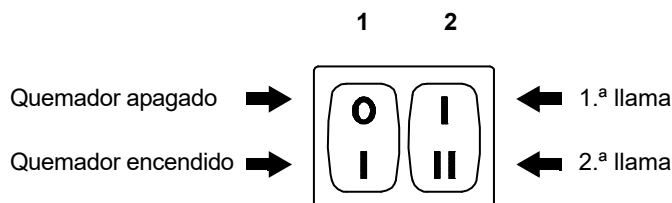

Fig. 25
- el interruptor 1)(Fig. 25) en posición “**QUEMADOR ENCENDIDO**”;
- el interruptor 2)(Fig. 25) en posición “**1.^a LLAMA**”.
En la descripción anterior, hemos dejado el quemador encendido, funcionando en 1.^a llama. Colocar el interruptor 2)(Fig. 25) en posición 2.^a llama: el servomotor abrirá el registro de aire y simultáneamente abrirá también la válvula de mariposa del gas a 90°.
Colocar el interruptor 2)(Fig. 25 en la pág. 24) en posición 1.ª llama: el servomotor 1)(Fig. 26) cerrará el registro de aire y simultáneamente cerrará también la válvula de mariposa del gas hasta 15, es decir, hasta la regulación efectuada en fábrica.
- Si se desea aumentarlo, pasar a la 2.ª llama accionando el interruptor 2)(Fig. 25 en la pág. 24) y aumentar un poco el ángulo de la palanca anaranjada mediante pequeños desplazamientos sucesivos, es decir, pasando del ángulo 15 a 17 - 19....
Apagar el quemador con el interruptor 1)(Fig. 25 en la pág. 24), y utilizar los tornillos intermedios de la leva de modo que la inclinación de la leva sea progresiva.